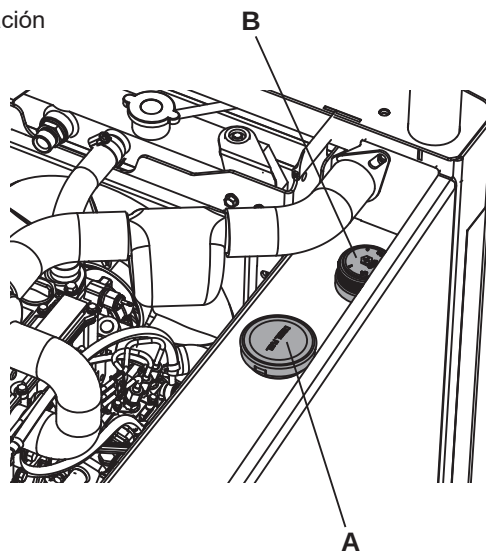

Figura. 25
3. Limpie la zona situada alrededor del tapón de combustible (figura 25, punto A).